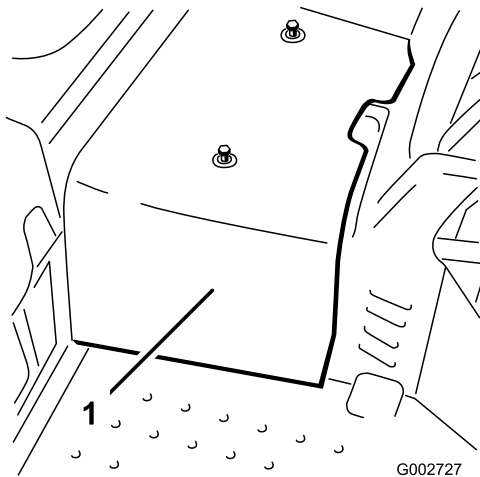

Figura 31
2. Retire las 2 tuercas que fijan la cubierta central a la máquina y retire la cubierta (Figura 31).